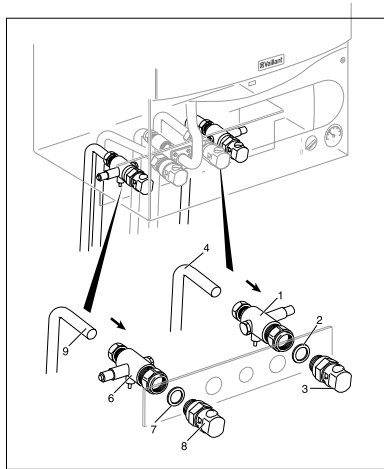

图 7.11 采暖供/回水管的连接
7.9.1 VUW 系列壁挂炉采暖供/回水管的连接 (参见图 7.11)